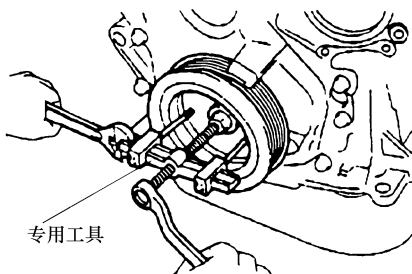

图 1-12 拆下传动带轮
- ② 使用专用工具, 拆下减振传动带轮, 如图 1-12 所示。